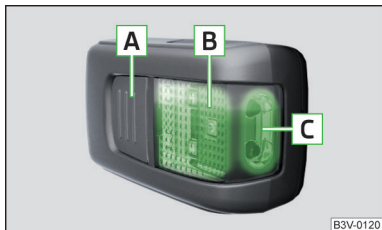

Fig. 153
Descrierea lămpii » fig. 153
- › Pentru **aprinderea** lămpii scoase, apăsați butonul **A** » fig. 153. Printr-o nouă apăsare, lampa se **stinge**.
Dacă lampa nu este stinsă și așezată corect în suport, lămpile LED din partea din față a lămpii **C** » fig. 153 se sting automat.